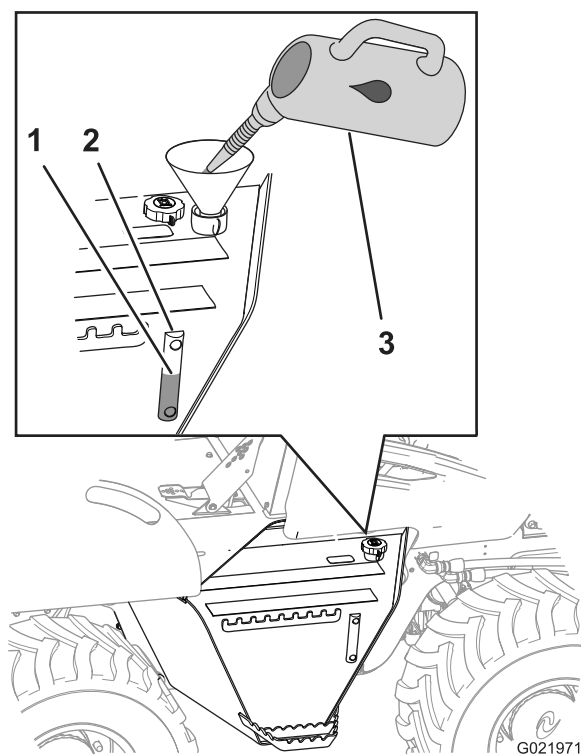

Рисунок 23
- Если уровень гидравлической жидкости ниже отметки Add (Добавить), снимите крышку/сапун заливной горловины (Рисунок 23), добавьте гидравлическую жидкость указанного типа, чтобы поднять уровень жидкости до отметки Full (Полный), и установите крышку/сапун заливной горловины.